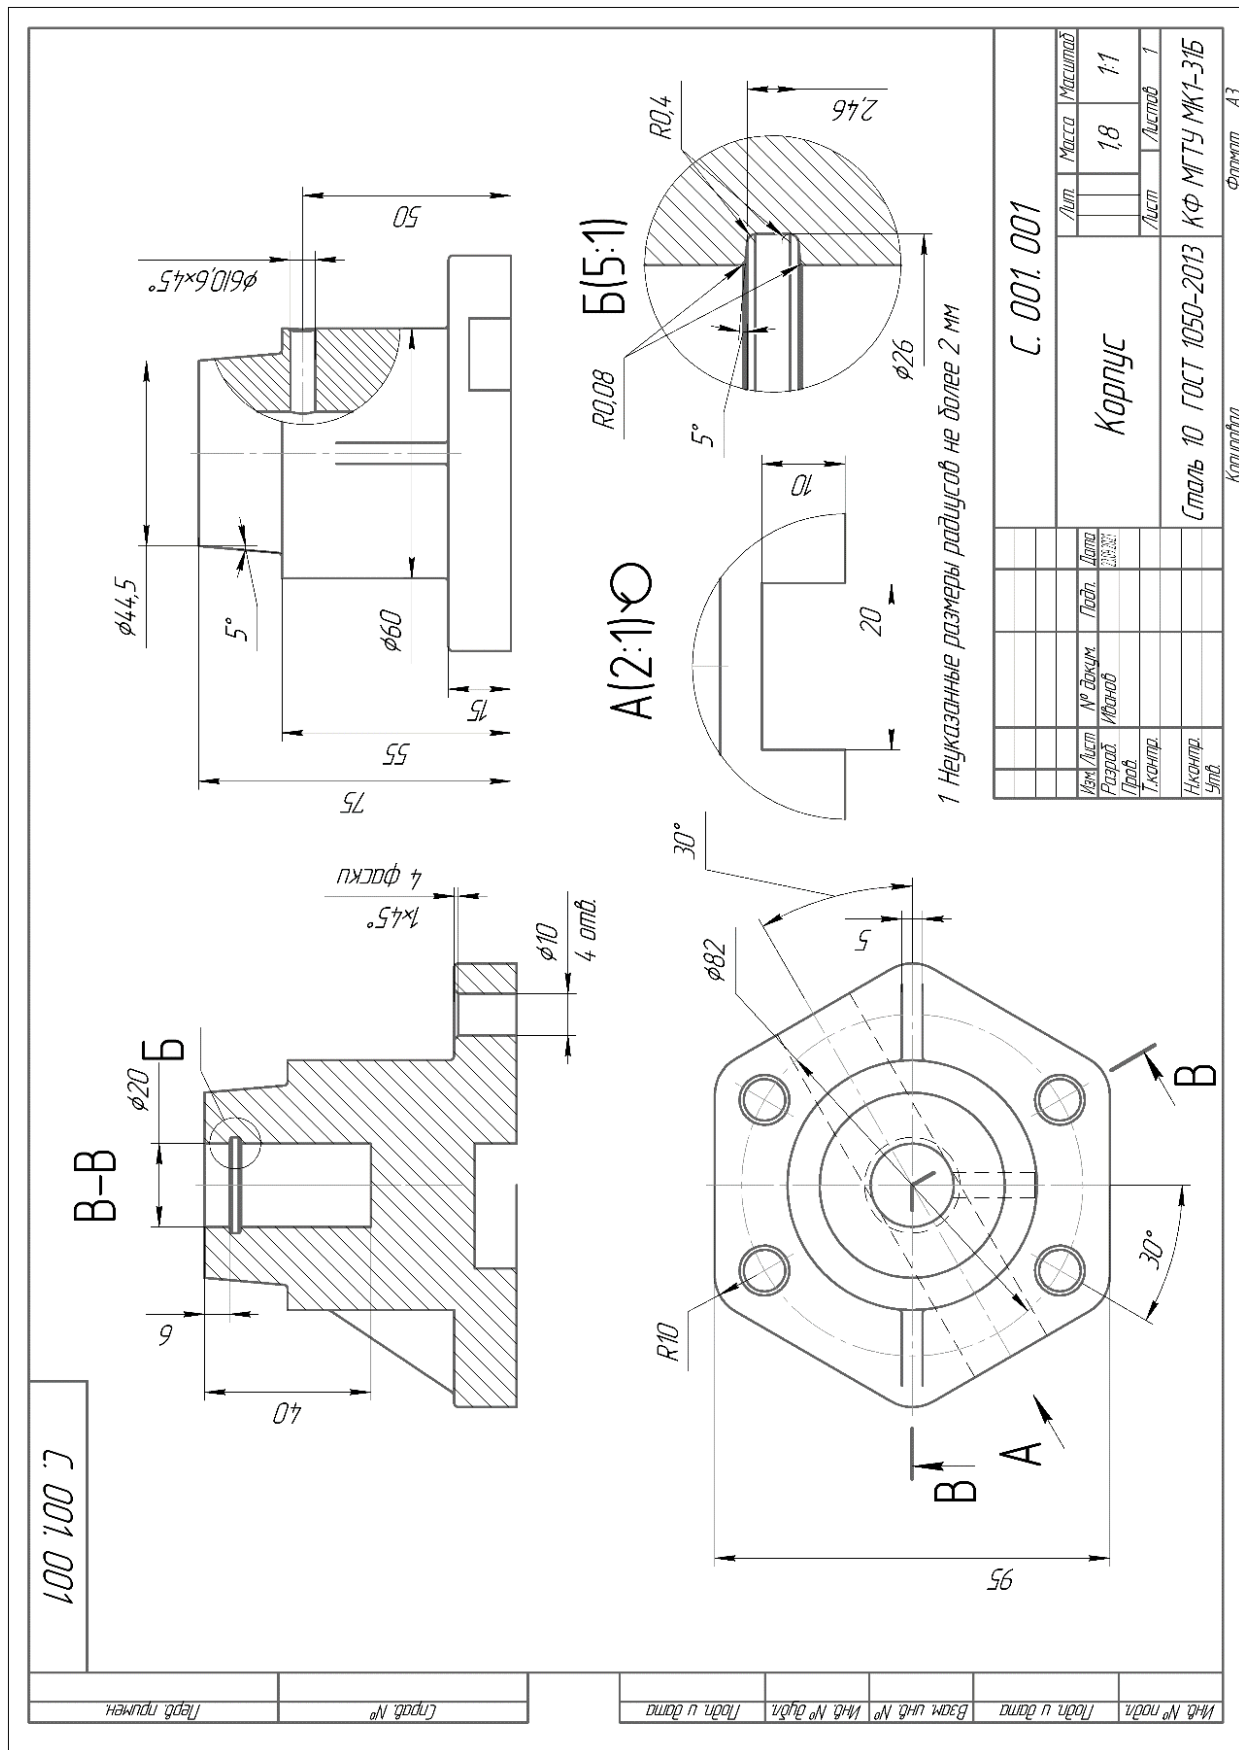

Рис. 12
11. Оформите чертеж: постройте оси симметрии, центровые линии, проставьте размеры, выполните надписи на чертеже, напишите технические требования, заполните основную надпись по рис. 12.